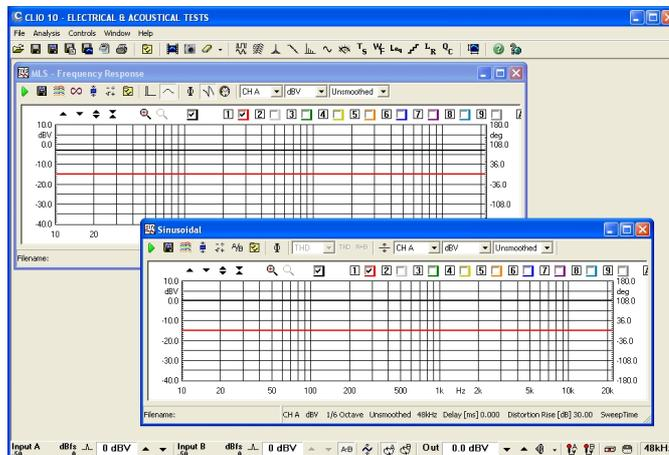

图3-23
- 3) 鼠标点击  MLS按钮，调出 MLS 最长序列码测量模式，按  GO按钮执行 MLS 频率响应测量，约1秒钟后将获得非常平直的频响曲线如图3-23黑色频率响应曲线。您可以通过移动光标读取每个测量频率点的电平值为-3dBV。(当输出信号设定为0dBV)。
- 4) 鼠标点击  按钮调出 Sinusoidal 正弦波测量模式，按  GO 按钮，执行SIN 频率响应测量，约5秒后将获得同样非常平直的频响曲线如图3-23黑色频率响应曲线，您可以通过移动光标读取每个测量频率点的电平值为0dBV(当输出信号设定为0dBV时)。
- 5) 为了确保校正的100%精确性，还必需对相位响应进行确认，您只需按 MLS 和 Sinusoidal 测量面板的相位  按钮，您将获得非常平直如图3-23的红色相位曲线，而且两种不同测量模式的相位都应该为0 deg。